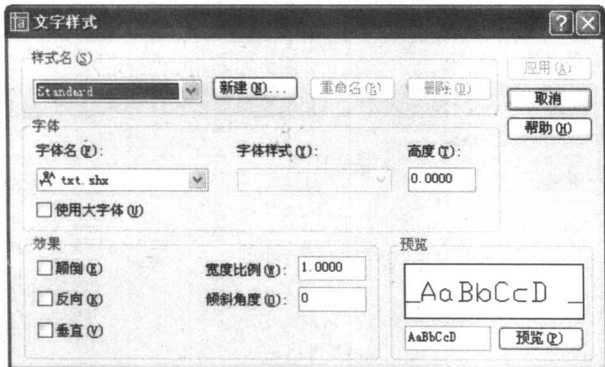

图 1-14 “文字样式”对话框
(1) 单击“格式”|“文字样式”命令,弹出“文字样式”对话框,如图 1-14 所示。